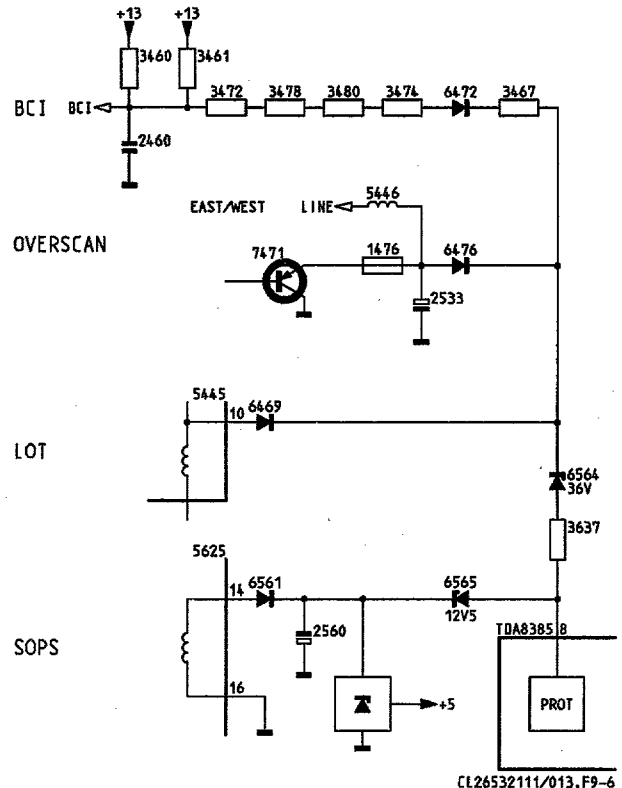

Fig. 9.6
Sicurezza (Fig. 9.6)
9.4 Commutazioni protette (Fig. 9.6)